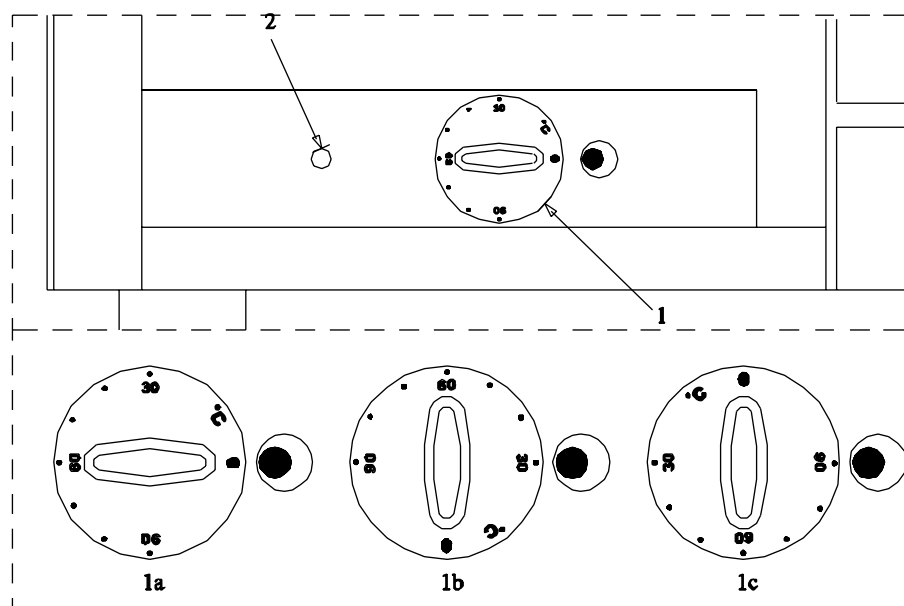

Abb. 6
Die gewünschte Temperatur mit dem Knauf des Vorwärmschrank(pos. 1 auf *** 'Abb. 6' on page 14 ***) wählen. Der Widerstand tritt in Betrieb und die Betriebsleuchte (pos. 2 auf *** 'Abb. 6' on page 14 ***) leuchtet auf. Diese Leuchte geht beim Erreichen der eingestellten Temperatur aus. Die Temperatur des Vorwärmschrank kann zwischen 30 °C und 90°C mit Zwischenwerten eingestellt werden.